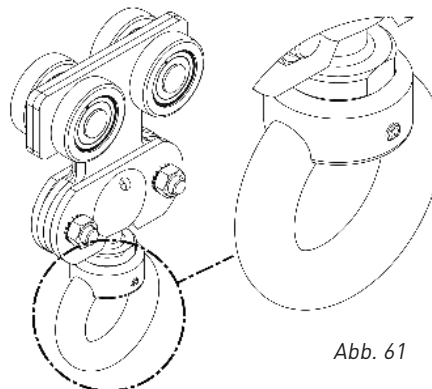

Abb. 61
- Alle sechs Monate den rohrförmigen Sicherheitsstift auf Verschleiß oder übermäßigen Rost prüfen und ggf. austauschen (Abb. 61)